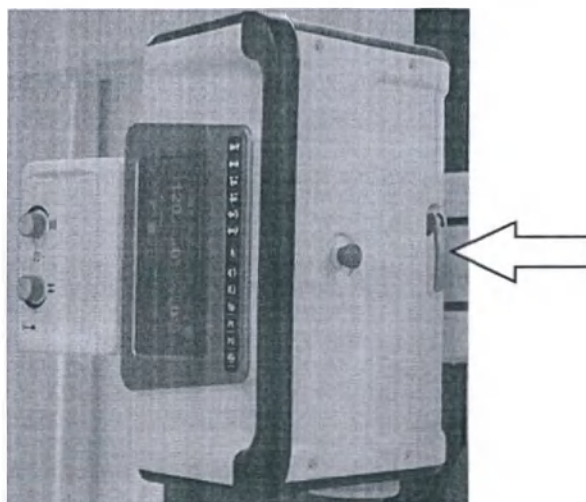

Рисунок 3.9 – Фиксатор положения трубки на излучателе
1. Взять за фиксатор положения трубки и привести его в вертикальное положение, тем самым сняв с фиксации положения (см. рисунок 3.9);